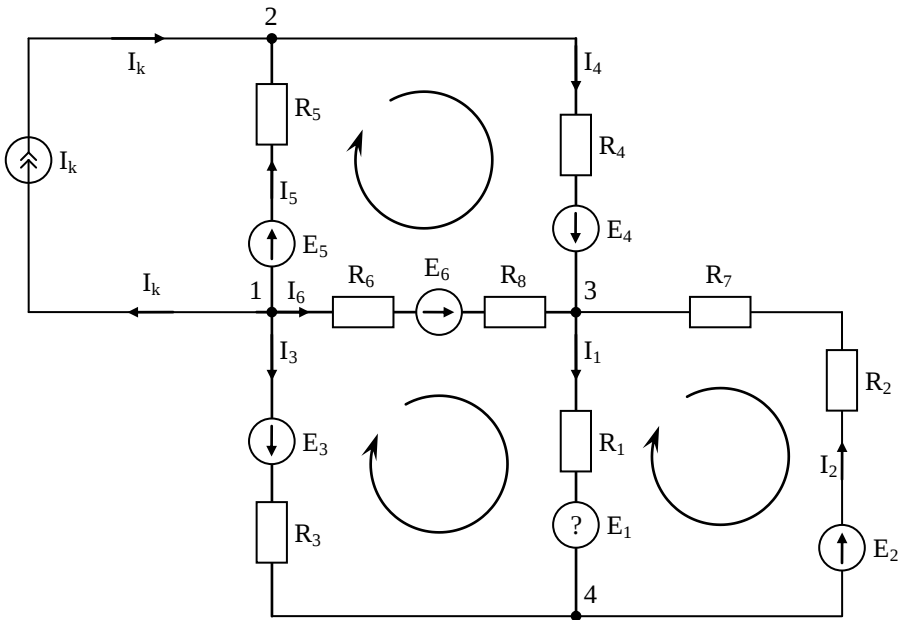

Рис. 2 Расчетная схема
Исключим из электрической цепи конденсатор и вольтметр. Между узлами 1 и 2 включим источник тока. Между узлами 1 и 3 включим ветвь из сопротивлений R_6 , R_8 и ЭДС E_6 . В результате получим схему, представленную на рис. 2
В схеме рис. 2 четыре узла. Следовательно, по первому закону Кирхгофа можно составить три независимых уравнения
Принимаем потенциал узла (4) (рис.2) равным нулю, т.е. $\varphi_4 = 0$.